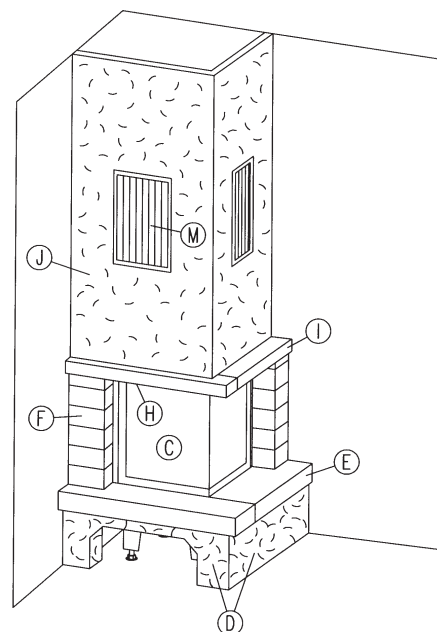

Abb. 11
- 11.6 Stecken Sie nun die Lüftungsgitter in die Einbaurahmen. **(Abb. 11)**